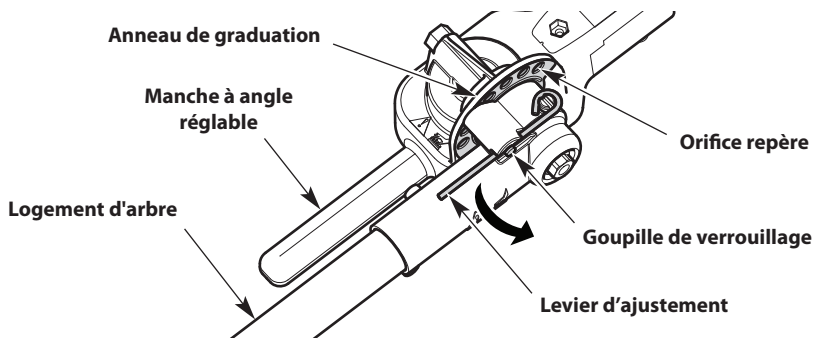

Fig. 8
1. Maintenez la poignée de réglage d'angle (Fig. 8) avec la main gauche. Maintenez le logement d'arbre (Fig. 8) avec la main droite.
2. Avec le pouce droit, éloignez le levier de réglage (Fig. 8) de l'anneau indexeur afin de dégager la goupille de verrouillage (Fig. 8).
4. Alignez la goupille de verrouillage avec l'orifice repère désiré dans l'anneau indexeur (Fig. 8).